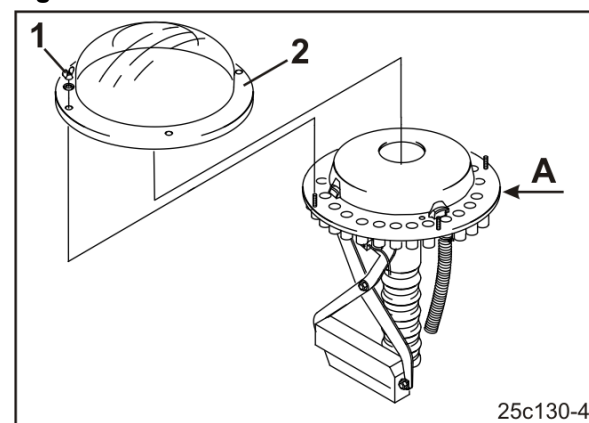

Fig. 234
2. Flügelmuttern (Fig. 234/1) lösen und die durchsichtige Kunststoffkappe (Fig. 234/2) vom Verteilerkopf abziehen.
4. Verunreinigungen zwischen der Grundplatte und der Steuerplatte (Fig. 234/A) mit Luftdruck reinigen.
5. Kunststoffkappe (Fig. 234/2) montieren.
6. Kunststoffkappe mit Flügelmuttern (Fig. 234/1) befestigen.